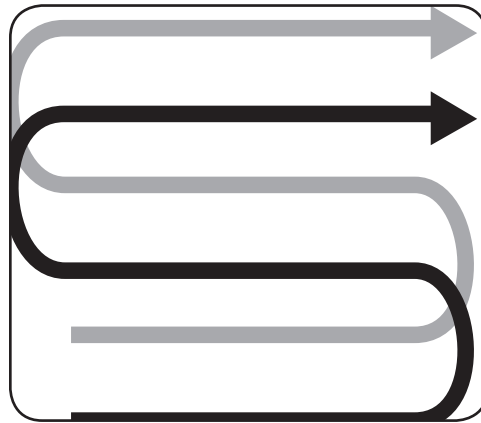

Figura 4-6
- Al preparar el lecho de siembra, recorra la misma senda dos veces en la primera hilera, luego trasape la mitad del ancho de la cultivadora en el resto de las pasadas. Vea la Figura 4-6.